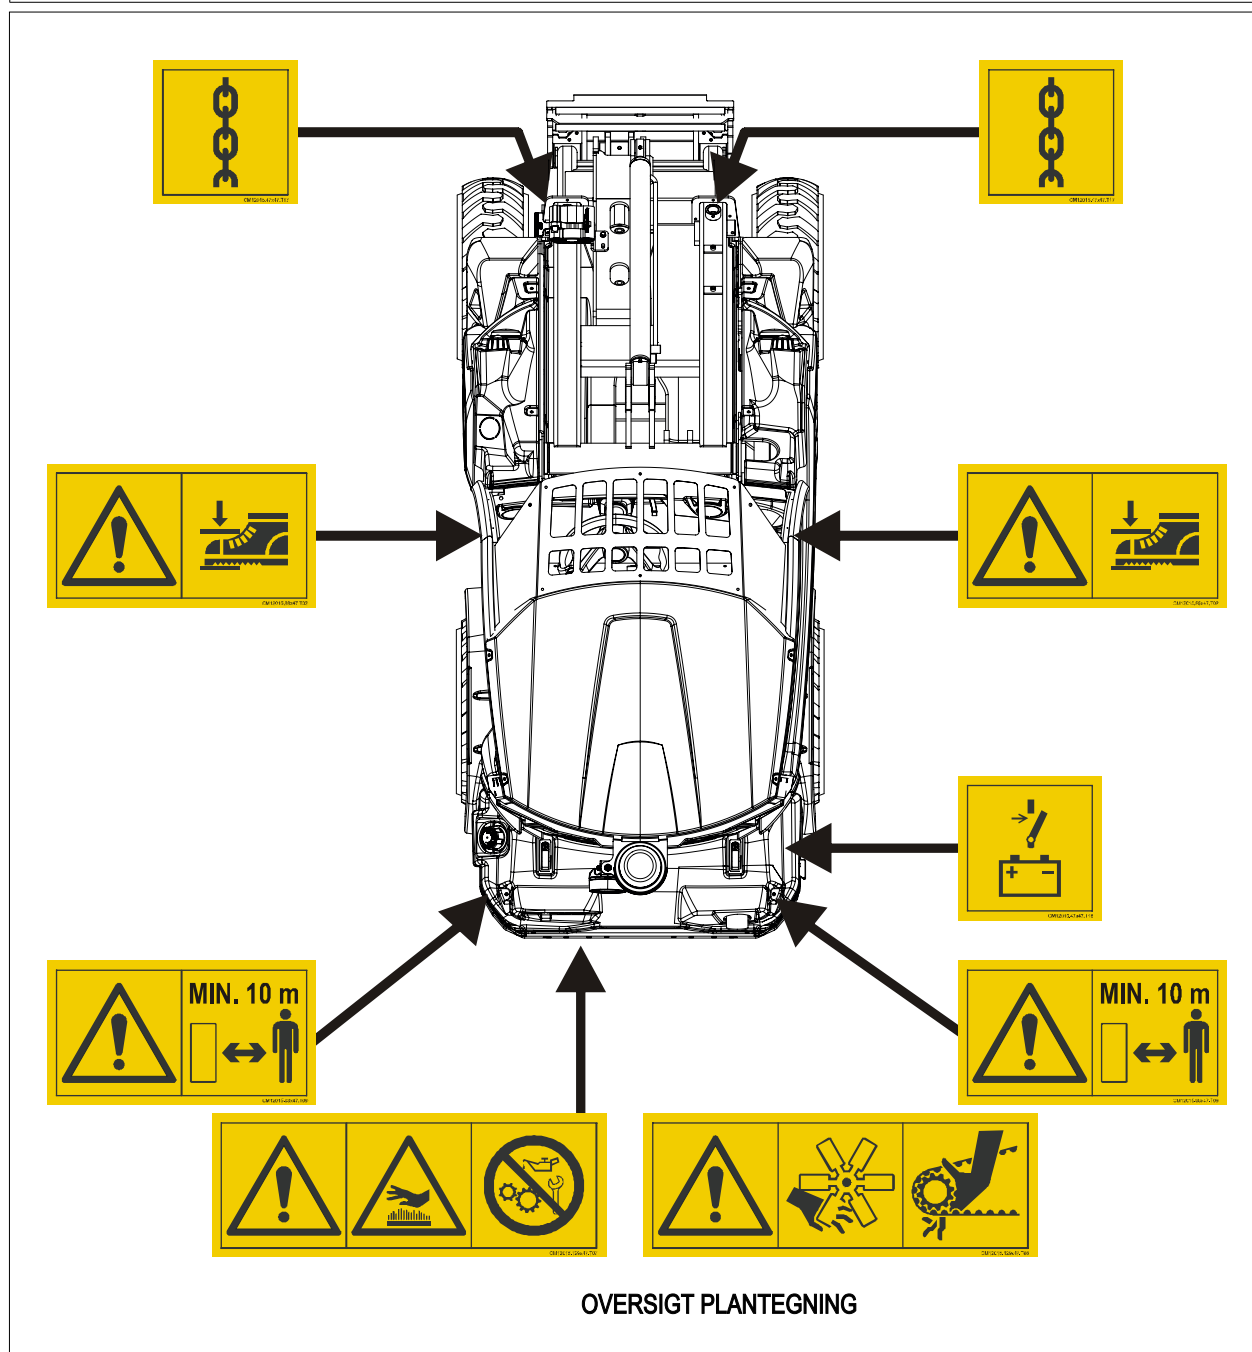
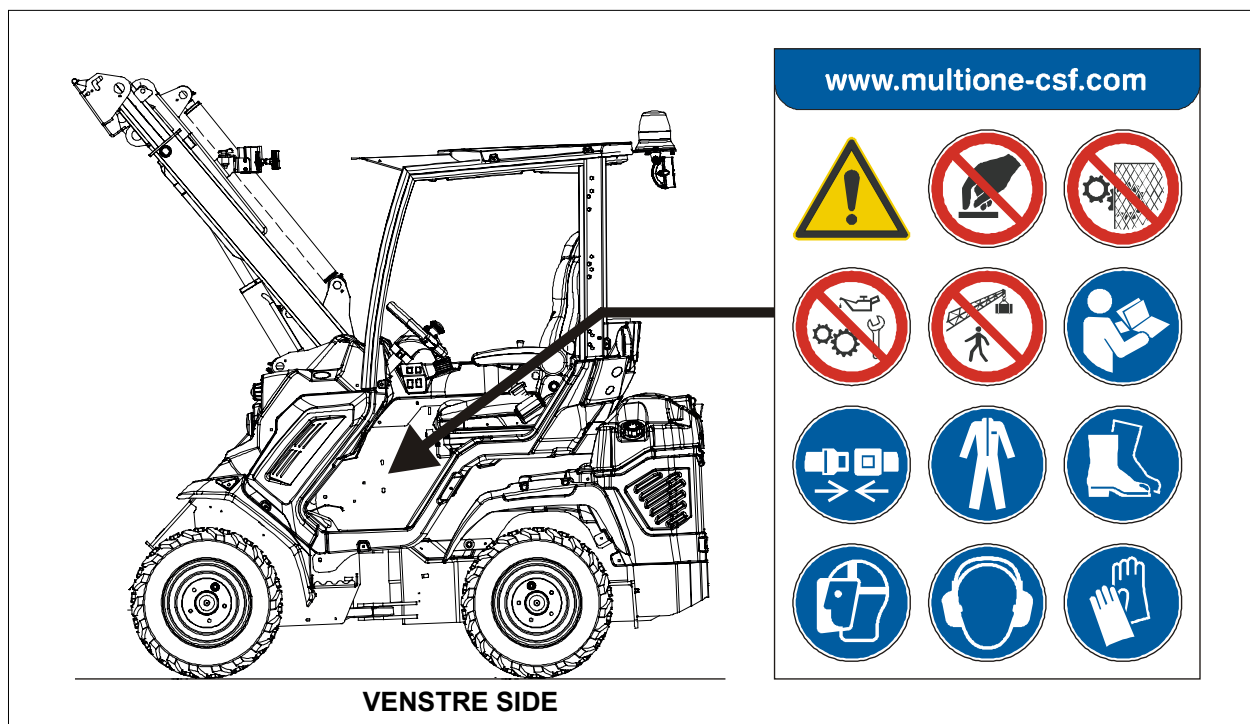

FIG. 17
FIG. 19
Sikkerhedsskilte består af en serie af selvklebende etiketter, der placeres på maskinen som angivet i FIG. 17, FIG. 18 og FIG. 19. I tabellerne findes hver etikets betydning.
- 4) Indsæt beslaget (FIG. 17 - Ref. 1) i de to slidser placeret på venstre side af maskinen i nærheden af styretøjets led og fastgør det med den beregnede pin.